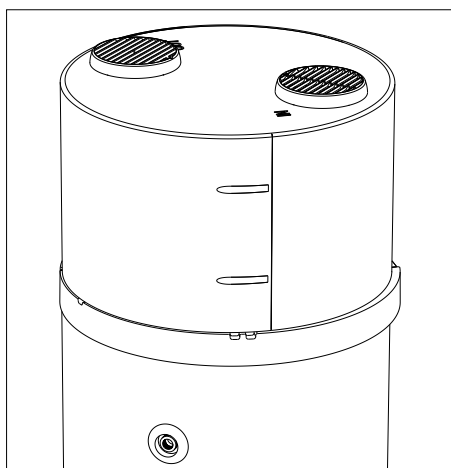

fig. 23
- Sin canalizar (“fig. 23” en la pág. 80).